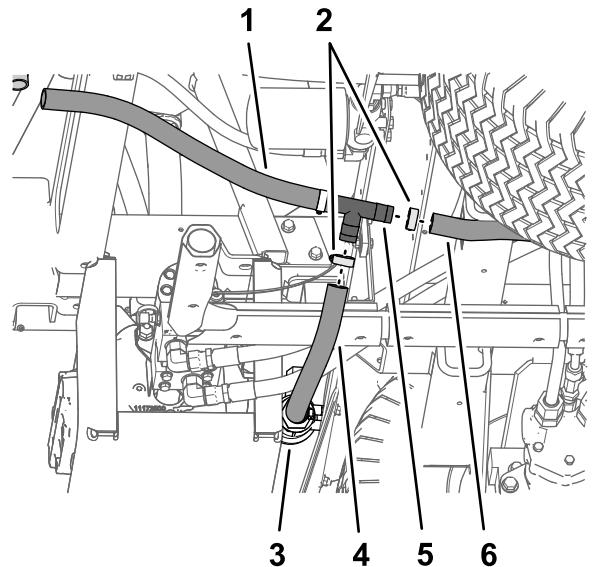

**Figure 42**
- Déposez les colliers qui fixent le flexible de vanne de vidange et le flexible de vidange de cuve arrière sur le raccord en T cannelé (Figure 42 et Figure 43).
- Détachez le raccord en T du flexible de vanne de vidange et le flexible de vidange de cuve arrière (Figure 42 et Figure 43).